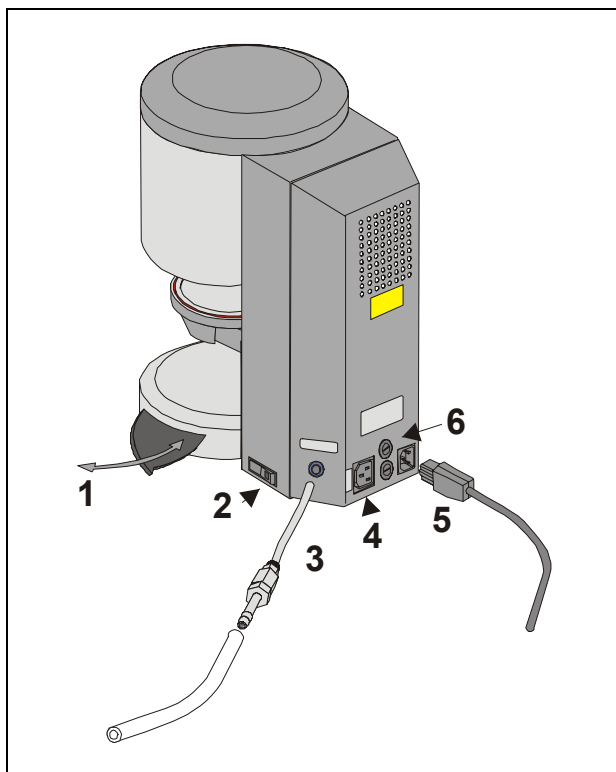

Рис. 1
- Подключить вакуумный насос (рис.1).
- Подключить прибор при помощи поставляемого в комплекте кабеля к сети (рис. 1). В качестве соединительного кабеля использовать подводящий провод для электронагревательных приборов тип HO5RR-F 3G1,0 мм². Избегайте подключения к распределительной розетке с удлинителем, так как при перегрузке возникает опасность пожара.
При неиспользовании прибора необходимо убрать лифт в камеру обжига и выключить прибор при помощи главного выключателя (см. рис. 1, п. 2). Закрытие камеры обжига позволяет защитить изоляцию и препятствует впитыванию влаги.